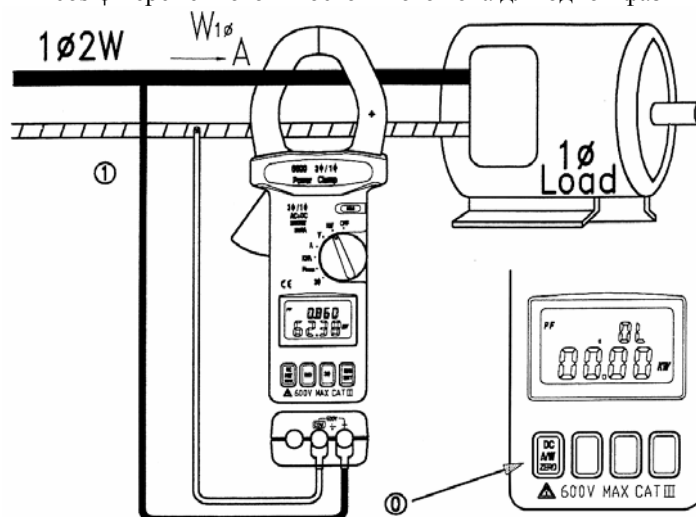

Рис. 2
- 1.2 Установите поворотный переключатель в положение W (см. рис. 2).
Перед каждым измерением устанавливайте показания дисплея на 0. Затем переключите поворотный переключатель в положение KVA. В остальном процедура измерения совпадает с параграфом 1 при измерении мощности и cos φ переменного и постоянного тока для одной фазы на двух проводах. В части подключения проводов пробника и замыкания клещей обратитесь к рис. 2.